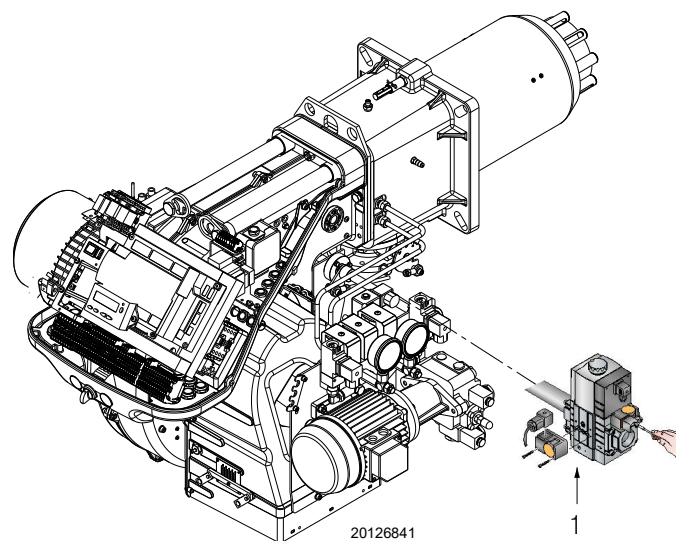

Рис. 39
- Проверьте давление подачи газа, подключив манометр к штуцеру для замера давления 1)(Рис. 39) реле минимального давления газа. Давление должно быть ниже максимально допустимого давления газа, указанного на заводской табличке.
- Выпустите воздух из труб газовой рампы, подсоединив пластмассовую трубку к штуцеру для замера давления 1)(Рис. 39) на реле минимального давления газа. Вывести наружу здания выпускную трубу, пока не появится запах газа.